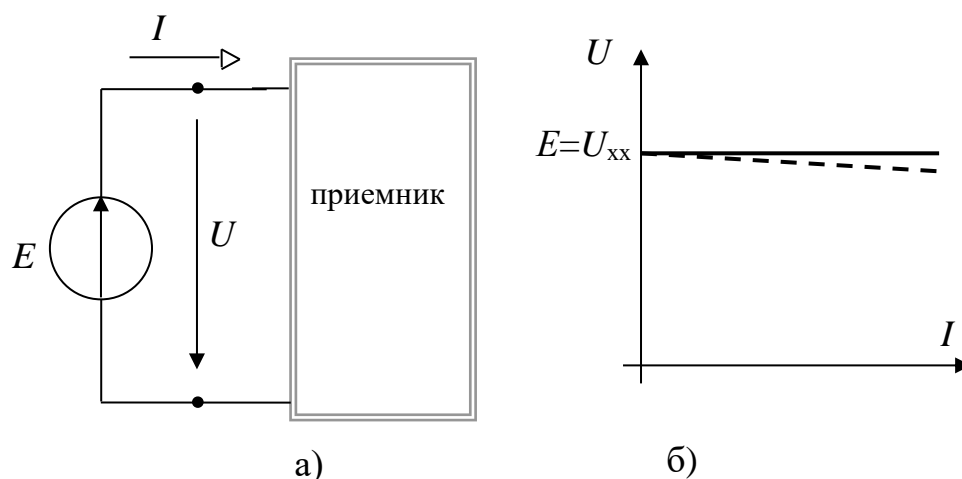

Рис. 2
*Идеальный источник напряжения* (*источник ЭДС*) – источник энергии, напряжение  $U$  на выводах которого при любом токе  $I$  остается неизменным и равным его ЭДС  $E$ . Изображение на схеме (а) и нагрузочная характеристика (б) для указанных положительных направлений тока  $I$  [А] и напряжения  $U$  [В] представлены на Рис. 2. Предполагается, что источник соединен с приемником, через который замыкается ток  $I$ .